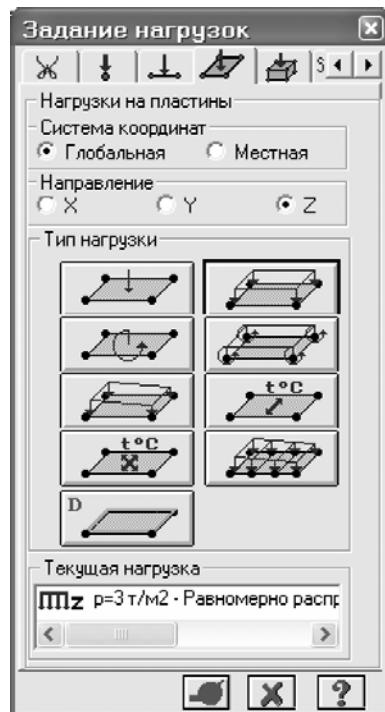

Рис.6.10. Диалоговое окно
- С помощью пункта меню **Нагрузки** ⇒ **Нагрузка на узлы и элементы** (кнопка  на панели инструментов) вызовите диалоговое окно **Задание нагрузок** (рис.6.10).